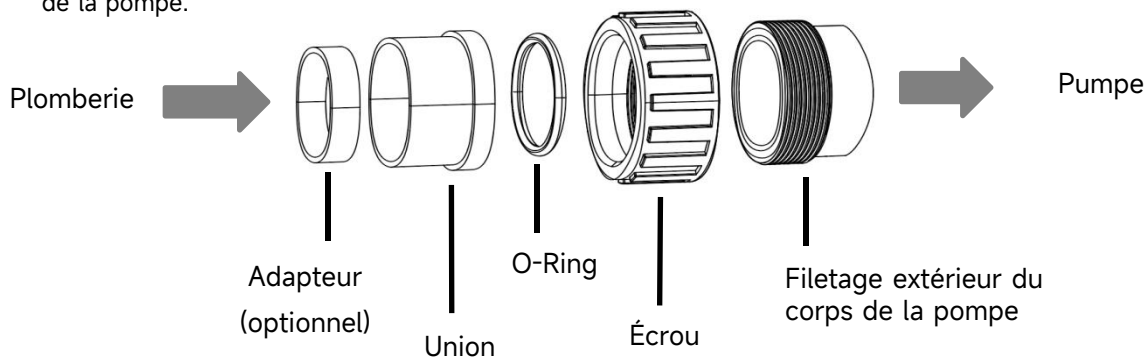

Figure 3 - Kit d'union
- 3) Utilisez le kit de raccord fourni par le fabricant de la pompe (voir figure 3). N'utilisez pas d'autres raccords pour connecter l'entrée/sortie de la pompe, car ils pourraient être incompatibles et endommager le corps de la pompe.